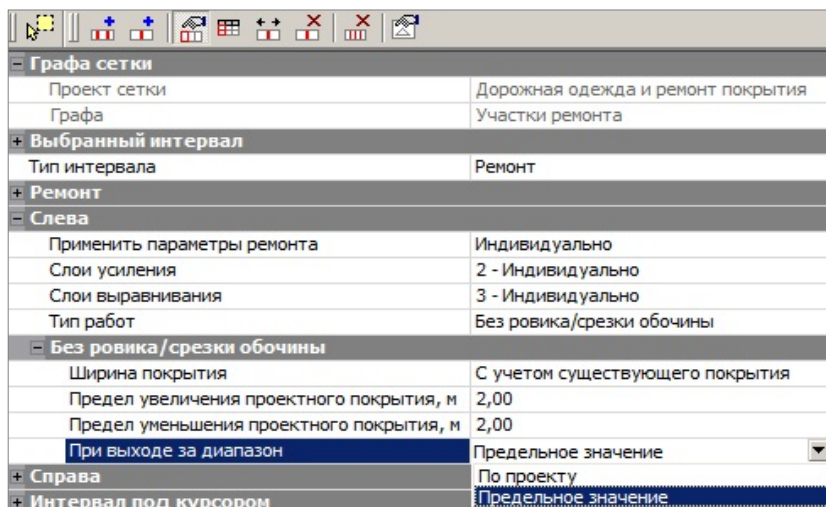

Рис. 16.2
- изменение ширины происходит в заданных пределах (рис. 16.2);